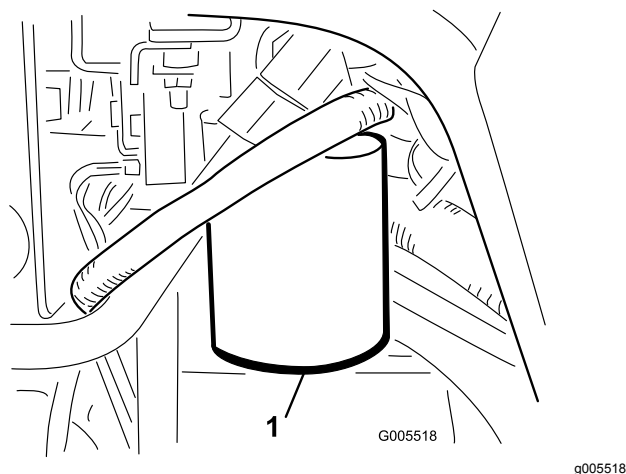

図 57
1. フィルタ容器の周辺をウェスできれいにぬぐう【図 57】。フィルタの下に廃油受けを置いてフィルタを外す。